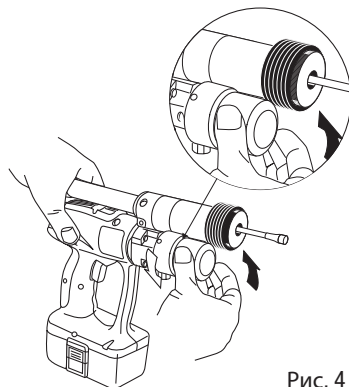

Рис. 4
1. Снять пробку бачка согласно рис. 4.